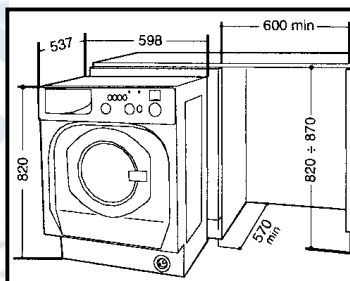

Рис. 14
- Вставьте машину в нишу (рис. 14).